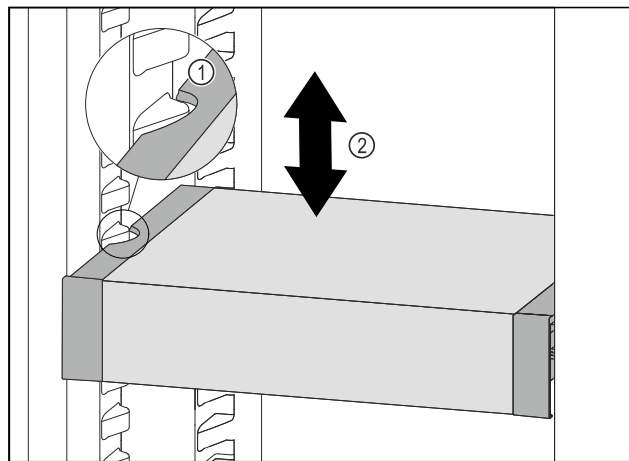

Fig. 180
- Tirer le VarioSafe vers l'avant jusqu'à ce que les encoches latérales du VarioSafe soient à la hauteur de la nervure du bac dans la partie réfrigérateur. Fig. 180 (1)
- Déplacer le VarioSafe vers le haut ou vers le bas dans la partie réfrigérateur jusqu'à ce que la hauteur souhaitée soit atteinte. Fig. 180 (2)